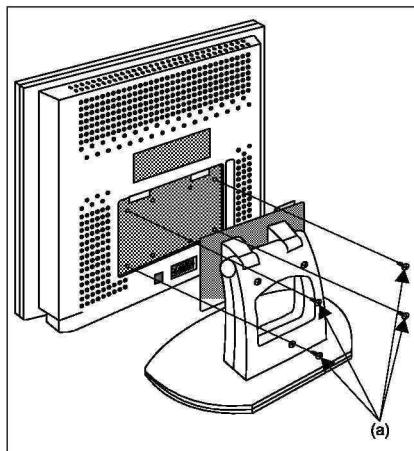

Рис. 3
1. Выкручивают четыре винта (рис. 3) и отделяют монитор от подставки.